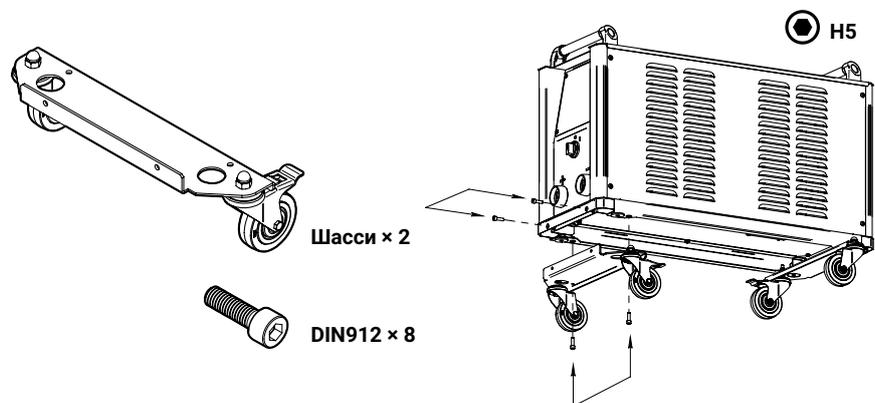

Рис. 11 – Монтаж источника на шасси
- 1 Установить аппарат на шасси (Рис. 11) или на тележку (Рис. 12). Крепёжные винты входят в состав тележки.